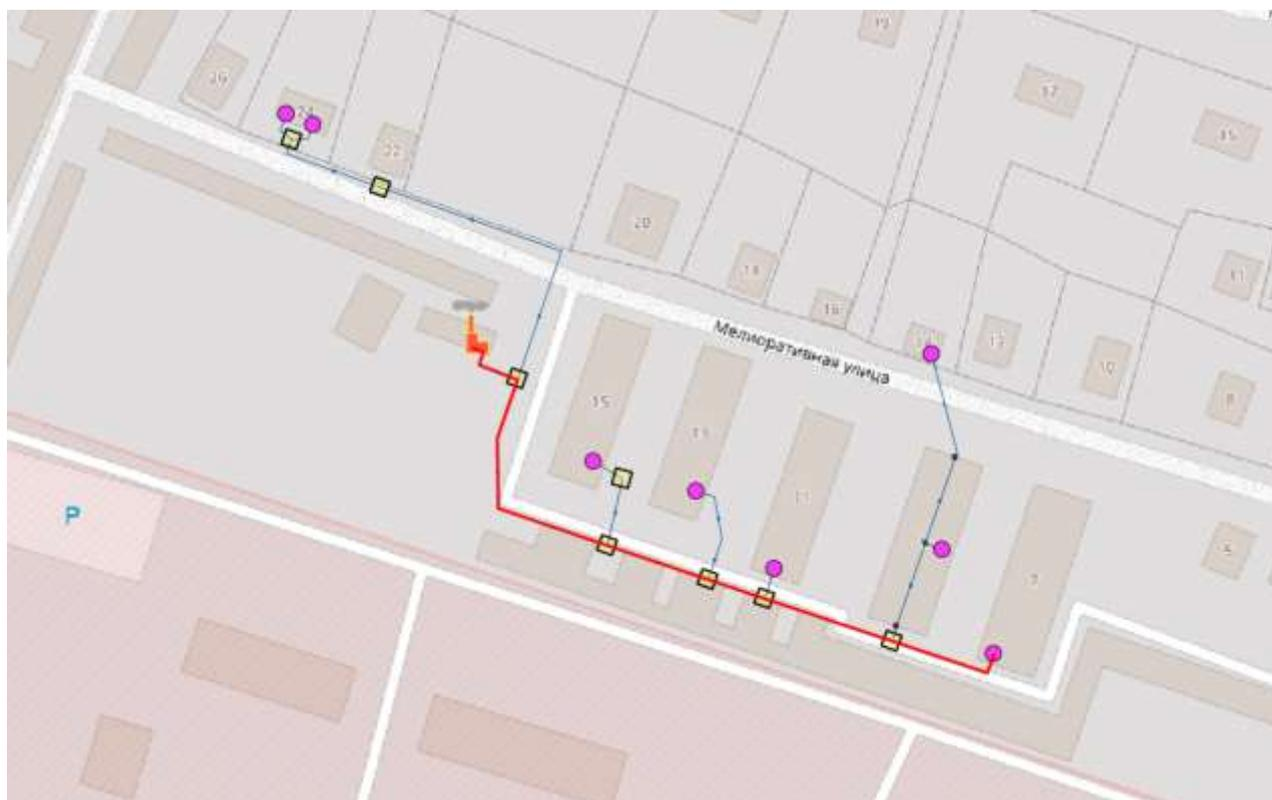
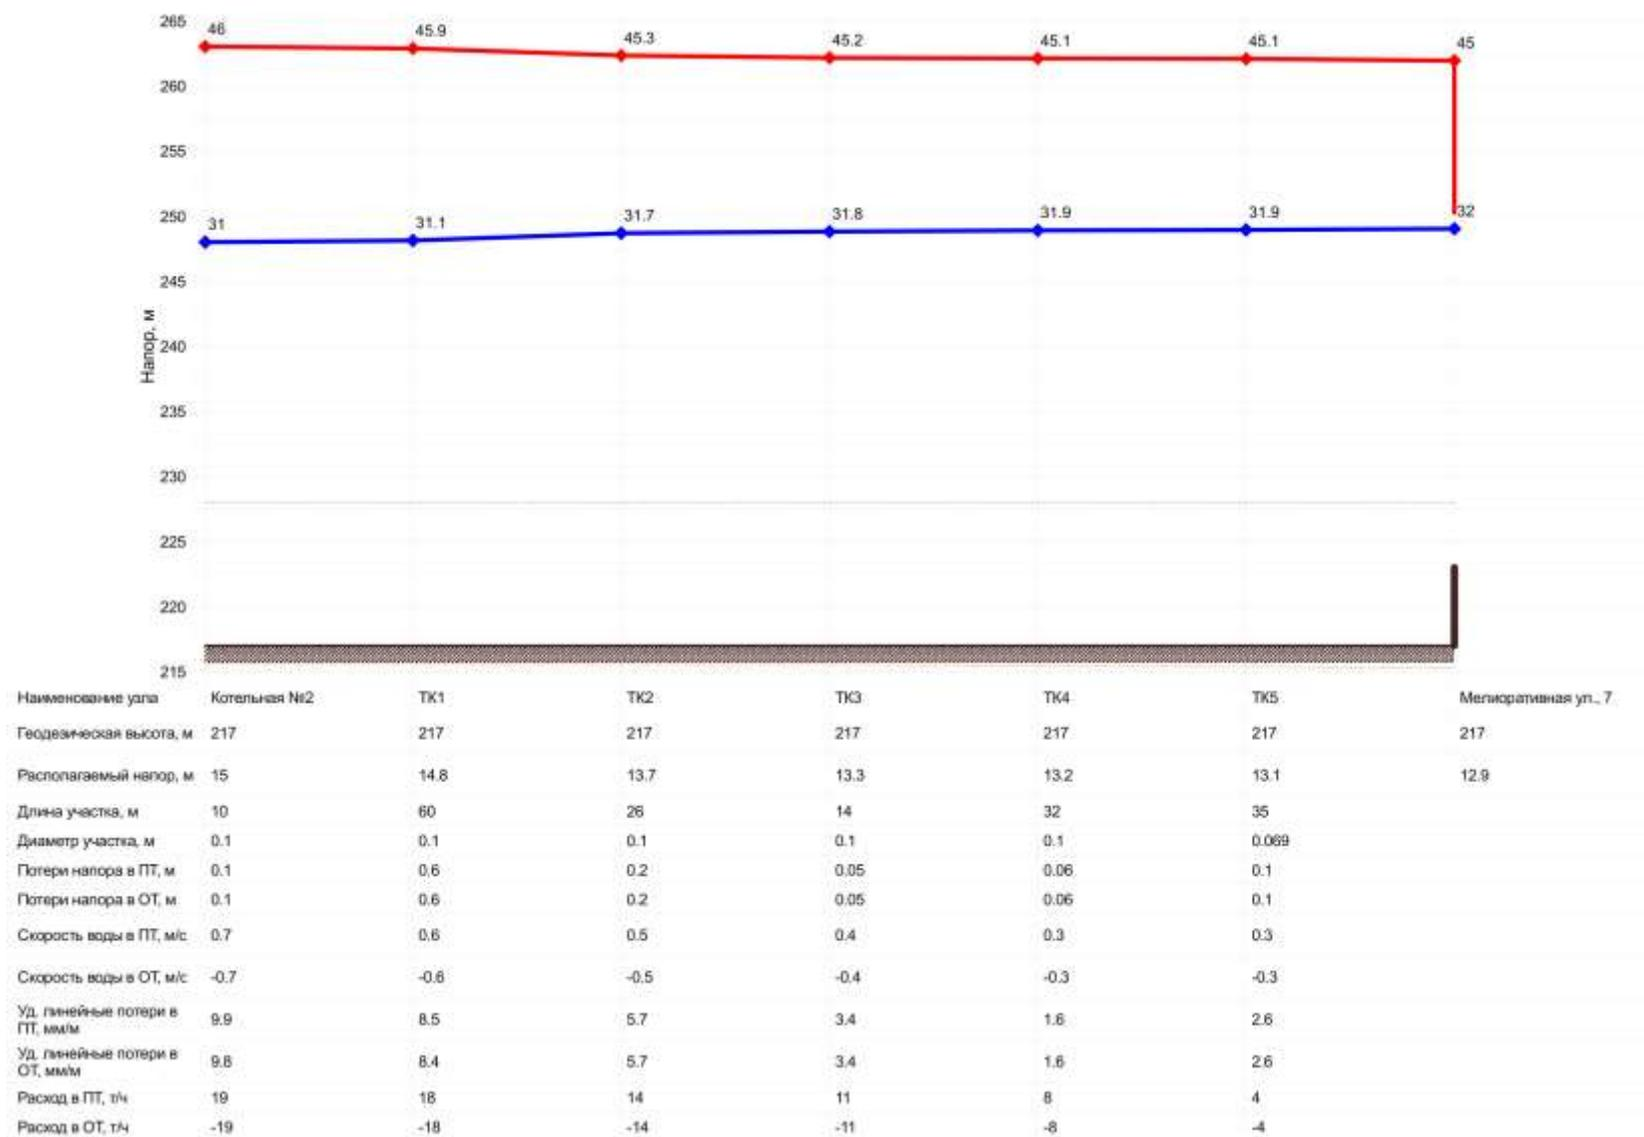

Рисунок 17 - Путь теплоносителя по направлению от котельной № 2 до здания по ул. Мелиоративная, 7
Рисунок 18 - Пьезометрический график от котельной № 2 до здания по ул. Мелиоративная, 7
– расчетный путь от котельной № 2 до здания по ул. Мелиоративная, 7 (рисунок 17), основные характеристики теплопровода и режимные параметры теплоносителя (таблица 9), результаты гидравлического расчета, пьезометрический график (рисунок 18).